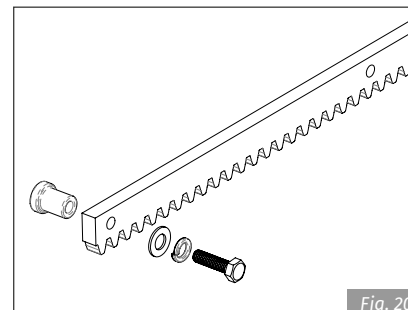

Fig. 20
- Nunca soldar los elementos de cremallera a los espaciadores. Para la fijación de estos, use tornillos y arandelas como en la Fig. 20.